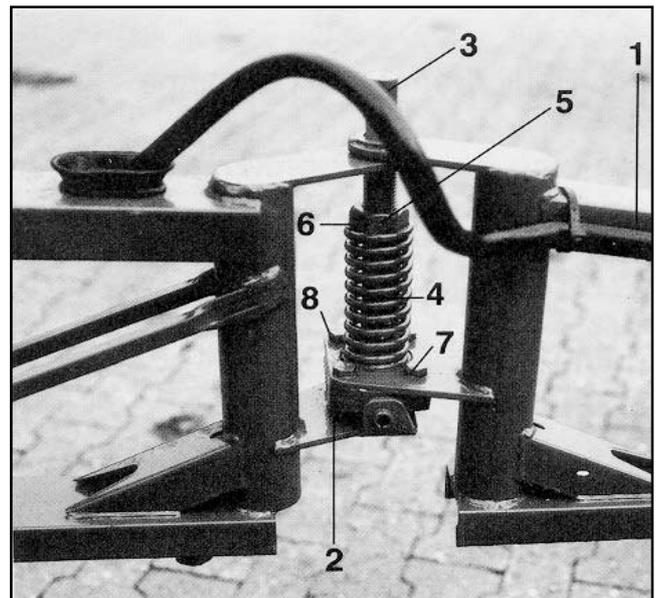

Fig. 8.4
- Desserrez les vis (fig. 8.4/8) de l'éclisse de fixation (fig. 8.4/7). La mise en ligne s'opère directement sur les pièces plastiques (fig. 8.4/2) en utilisant les trous oblongs des éclisses de fixation.